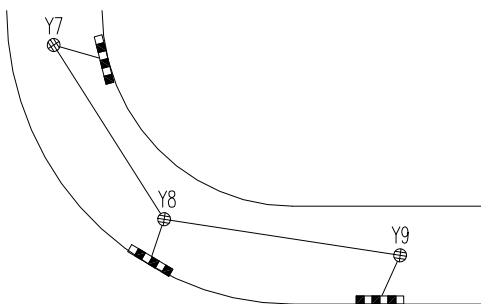

图 6-30 “井斜连线”布置
- “井斜连线”选项：单击该按钮，可以在指定的雨水井和所选道路上一点处布置雨水口，可自动连接雨水管，结果如图 6-30 所示。